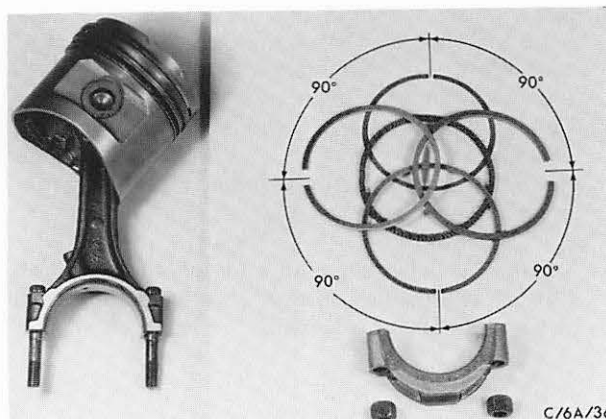

Abb. 165 Kolbenringstöße versetzt einbauen
50. Kolben und Zylinderbahnen mit Motoröl benetzen. Kolbenringstöße auf größtmöglichen Abstand, Abb. 165, zueinander verdrehen.